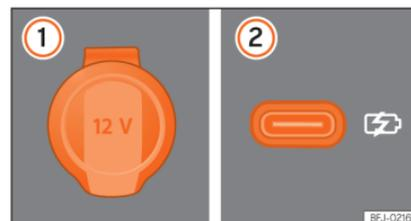

Fig. 143 ① Tomada de corrente de 12 Volts. ② Tomada de corrente USB na parte posterior da consola central.
- Levante a tampa da tomada de corrente »» Fig. 143 ①.
dianteiros »» Fig. 143 ②. Estes conectores podem trabalhar a uma potência máxima de até 10,5 W por porta.